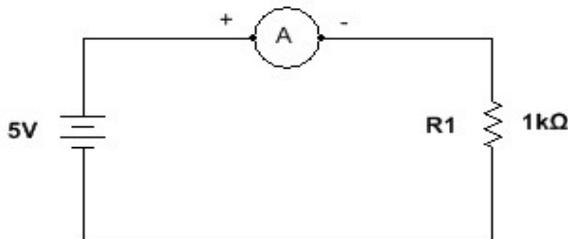

Figura 1.14a.
1.9.2. Sin energizar el circuito arme el circuito que se muestra en la figura 1.14a y 1.14b, obsérvese que el amperímetro se encuentre conectado en serie al elemento que se requiere conocer su corriente.